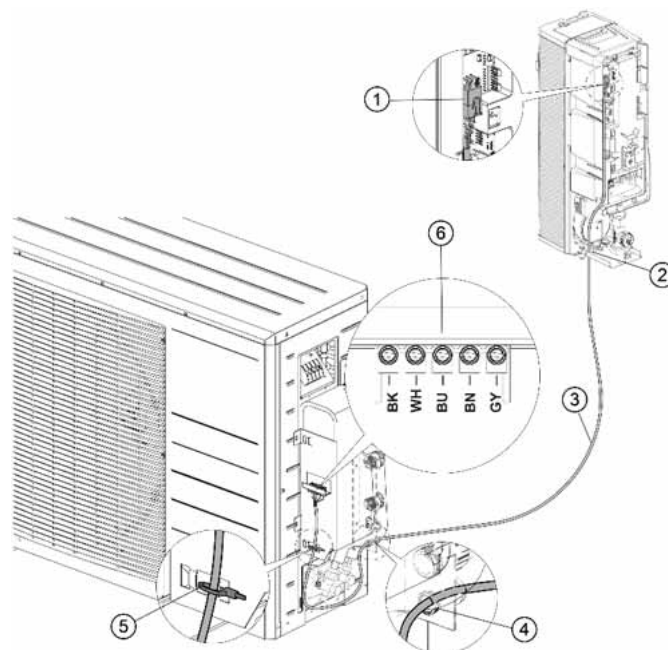

Abb. 25: Befestigung der Drähte an der Fühlerklemmleiste ⑥
- ➔ Schließen Sie das Kabel ③ des Kältemittel- sowie Vor- und Rücklauftemperaturfühlers an den Anschluss J1 ① der Inneneinheit an.
- ➔ Führen Sie das Kabel ③ durch eine M16-Kabelverschraubung ② der Inneneinheit.
- ➔ Verlegen Sie das Kabel ③ zur Außeneinheit.
- ➔ Führen Sie das Kabel durch die untere Kabelverschraubung ④ der Außeneinheit.
- ➔ Ziehen Sie das Kabel ③ mindestens 50 cm nach oben.
- ➔ Befestigen Sie die Drähte mit Aderendhülsen gem. Abb. 25 an der Fühlerklemmleiste ⑥ der Außeneinheit.
- ➔ Befestigen Sie das Kabel ③ mit einem Kabelbinder an der Halterung ⑤ der Außeneinheit.
Legende zu Abb. 25: